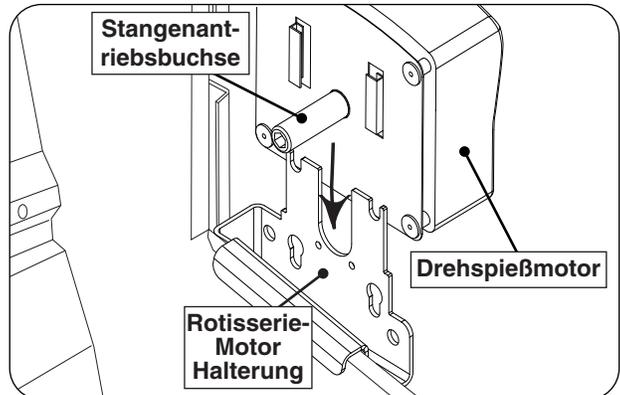

Abb. 26-2 Rotisserie-Motor einbauen
2. Schieben Sie den Rotisserie-Motor vollständig auf die Motorhalterung auf der rechten Seite des Grills (siehe Abb. 26-2) und schließen Sie ihn an eine Stromquelle an (nicht einschalten).